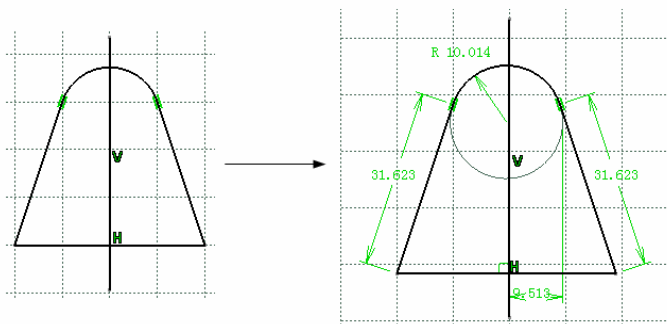

图 2-185
- Elements to be constrained: 显示已选取的图形元素数量，单击 OK 按钮完成自动约束。生成的约束如图 2-185 所示。